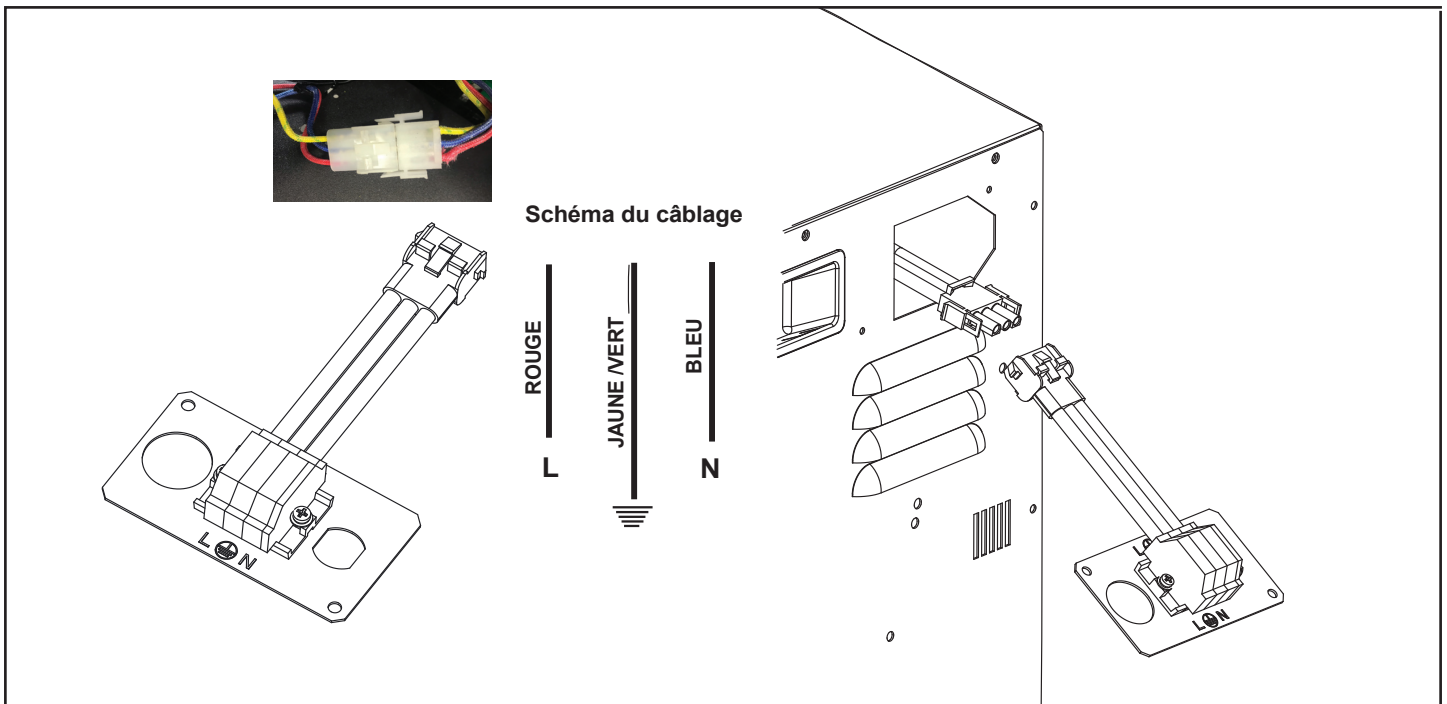

Figure 4.5 Câblage du bornier de fils durs
5. Connectez le connecteur à trois fils conducteur de l'appareil au connecteur du bornier de jonction câblé. Voir la figure 4.5.